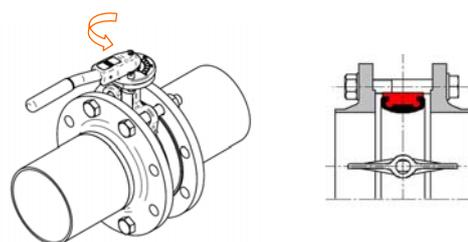

Рисунок 2
- 2 Отцентрируйте затвор с помощью нескольких натяжных болтов, не затягивая их. Расположите диск в точно центрированном и открытом положении, избегая повреждения его краев (рисунок 2).